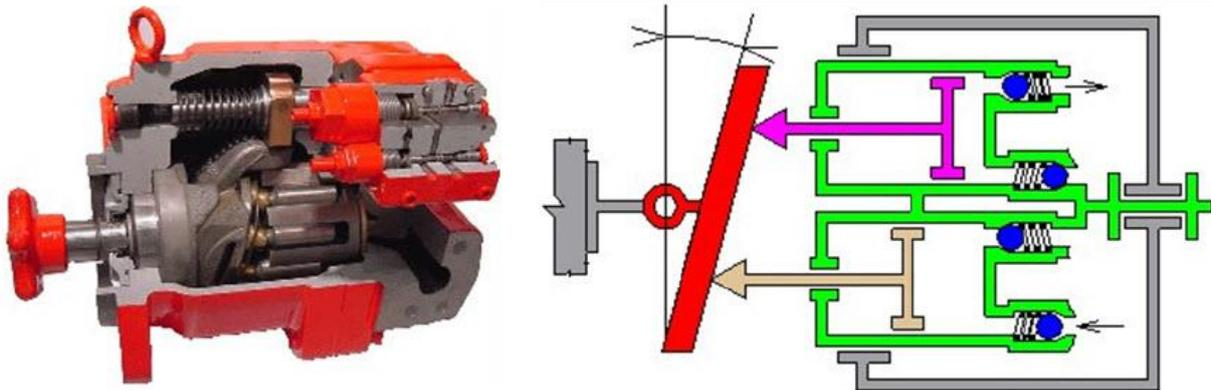

FIGURE 2 – Pompe à pistons axiaux et débit réglable (à gauche) et représentation schématisée (à droite).
FIGURE 2 – Capsuleuse à bocaux Indexa (à gauche) où on observe l'arrivée des bocaux à gauche et un plateau tournant déplaçant les bocaux. À droite, un modèle numérique 3D de système de mise en rotation du plateau de la capsuleuse.
On s'intéresse ici au système de transmission à croix de Malte de la capsuleuse à bocaux Indexa. Un motoréducteur met en rotation le maneton par rapport au bâti à une vitesse de rotation de 10 tours par minute. Celui-ci entraîne en rotation discontinue la croix de Malte qui est solidaire du plateau. Un premier convoyeur (à gauche sur la vue générale de la capsuleuse et non représenté sur le modèle 3D de la figure 2) met les bocaux au contact du plateau tournant. Lorsqu'un emplacement vide est face au convoyeur, un bocal occupe la place. Lorsque le plateau tournant est à nouveau mis en rotation par le maneton, le bocal est déplacé d'un quart de tour et se situe sous le système de capsulage qui se met en route suite à la détection du bocal par un capteur de présence. Pendant la
**Question\* 2** Le graphe de liaisons réalisé précédemment est-il valable à tout instant ? Précisez en vous appuyant sur la figure 2 (droite).